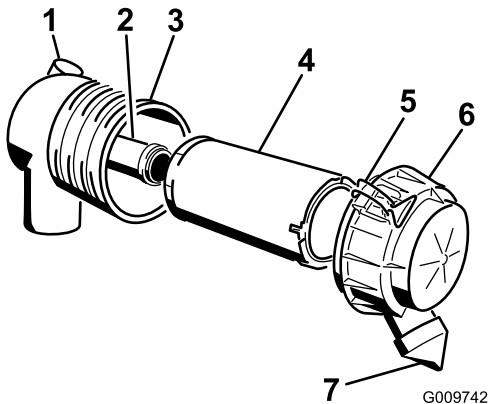

図 37
1. 次フィルタをゆっくり引き抜くようにしてエアクリーナのボディーから外す 図 37。
4. 安全フィルタを交換する場合には、十分に注意しながら、フィルタのボディに挿入する 図 37。
6. 上下方向を確認、UPと書いてある方を上に向けてエアクリーナカバーを正しく取り付け、ラッチを掛ける 図 37。